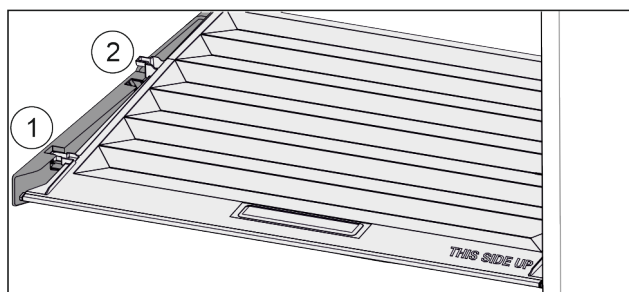

Fig. 45
- ▶ Pokrov povlecite naprej Fig. 45 (1) do odprtine v držalnih delih.
- ▶ Zadaj ga od spodaj dvignite in odstranite Fig. 45 (2) navzgor.